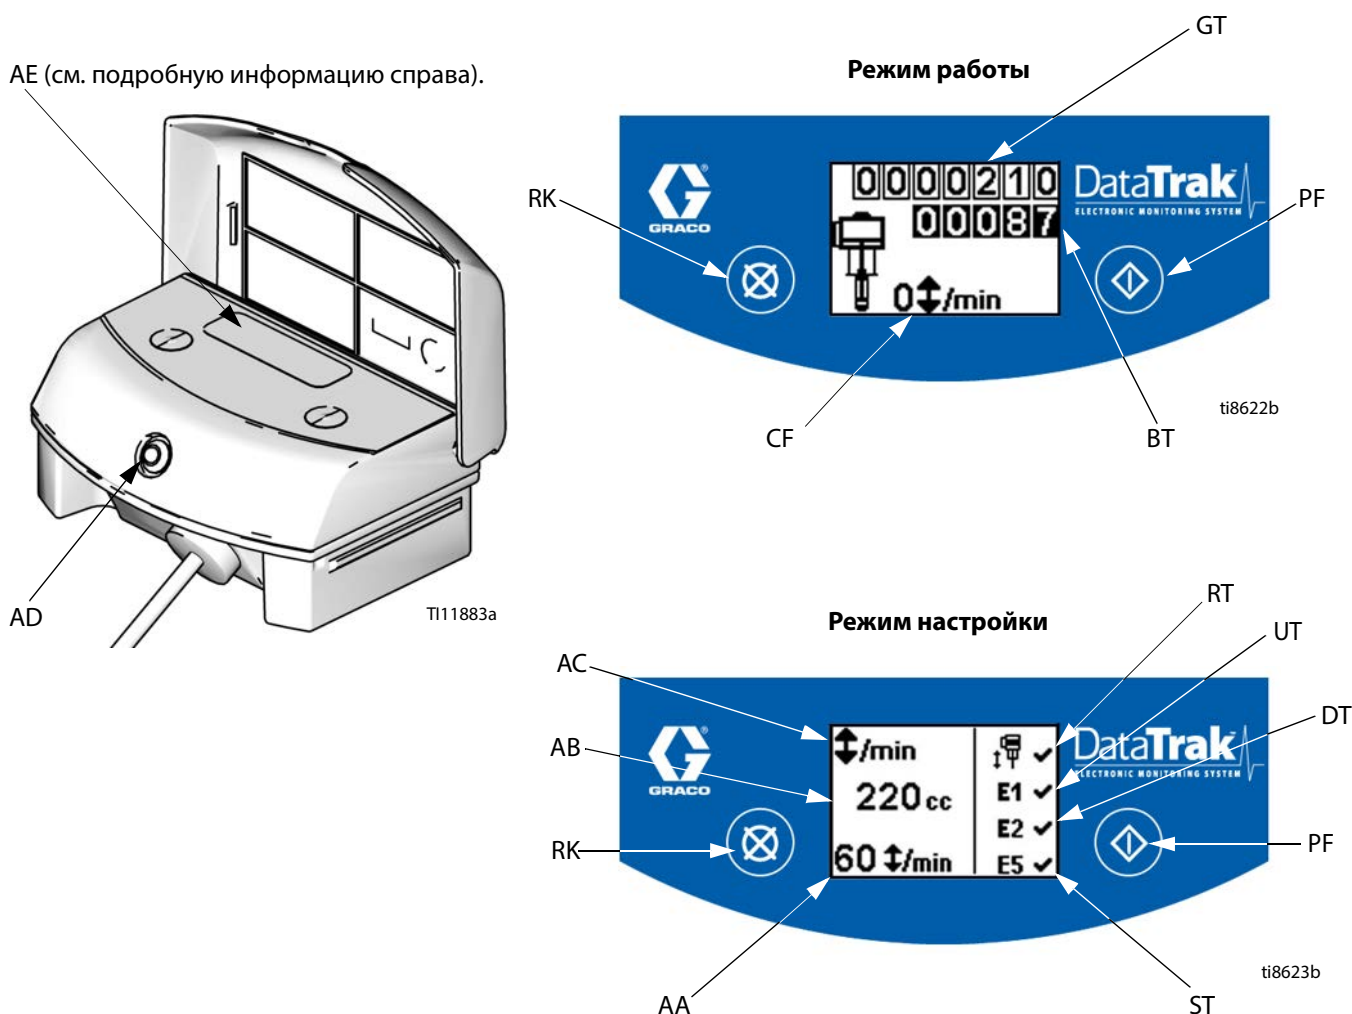

Рис. 7. Элементы управления и индикаторы модуля DataTrak
Условные обозначения для Рис. 7
- См. Рис. 7. Нажмите и удерживайте кнопку  в течение 5 секунд до появления меню настройки.
ПРИМЕЧАНИЕ: Во время разгона опции ошибки E1, E2 и E5 разрешены, и на экране настройки появится знак . См. Рис. 7.
- См. Рис. 7. В случае разгона насоса активируется защитный соленоид и насос останавливается. Светодиод (AD) начинает мигать, а на дисплее (AE) указывается состояние разгона (Таблица 1). На дисплее будут циклически повторяться шесть сообщений с инструкциями.
- Экраны разгона 1 и 2: для возврата соленоида защиты от выхода из-под контроля в исходное состояние закройте главный пневмораспределитель (E). Подождите, пока воздух полностью не выйдет из пневматического двигателя.
- Экраны разгона 3 и 4: когда воздух выйдет, нажмите кнопку выключения соленоида (J), чтобы вернуть пневмораспределитель в исходное состояние. Кнопка снова отобразится на экране после восстановления давления в пневмоклапане.
- Откройте главный воздушный клапан (E) для перезапуска насоса.
ПРИМЕЧАНИЕ: Для отключения мониторинга разгона необходимо перейти в режим настройки и задать для разгона значение 0 или выключить переключатель (RT)  (см. Рис. 7).
- См. Рис. 7. Для перехода в режим заправки/промывки нажмите любую кнопку, чтобы включился дисплей, а затем нажмите . На дисплее отобразится символ заправки/промывки и светодиод начнет мигать
- В режиме заправки/промывки защита от разгона деактивирована, а счетчик всех выполненных работ (BT) не выполняет подсчет. Суммирующее устройство общего объема (GT) продолжает выполнять подсчет.
См. Рис. 7. Последняя цифра на счетчике всех выполненных работ (BT) означает десятые доли галлона или литра. Чтобы обнулить счетчик, нажмите любую кнопку для включения дисплея, а затем нажмите и удерживайте  в течение 3 секунд.
См. Рис. 7. Дисплей (AE) выключится через одну минуту бездействия в рабочем режиме или через три минуты — в режиме настройки. Для включения дисплея нажмите любую кнопку.
Модуль DataTrak может диагностировать некоторые проблемы в работе насоса. Если монитор обнаружит проблему, то светодиодный индикатор (AD, Рис. 7) начнет мигать и на дисплее отобразится код диагностики. См. Таблица 1.